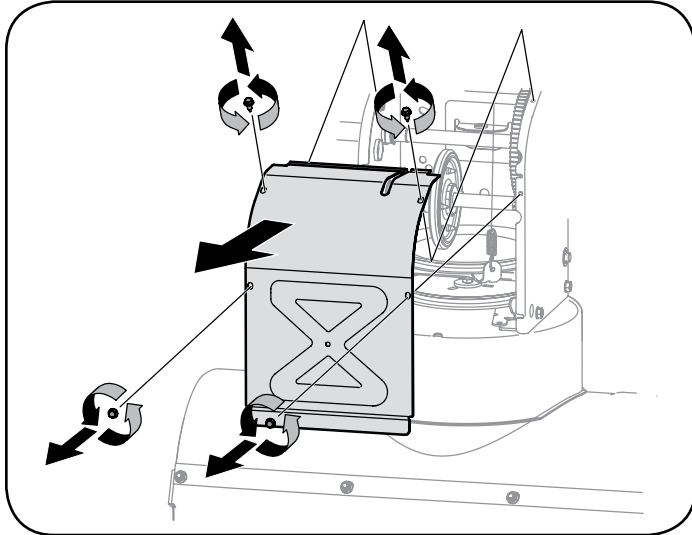

Figura 58
5. Saque la cubierta del marco desde debajo de la máquina quitanieve retirando los cuatro tornillos autorroscantes que la aseguran. Vea la Figura 58.